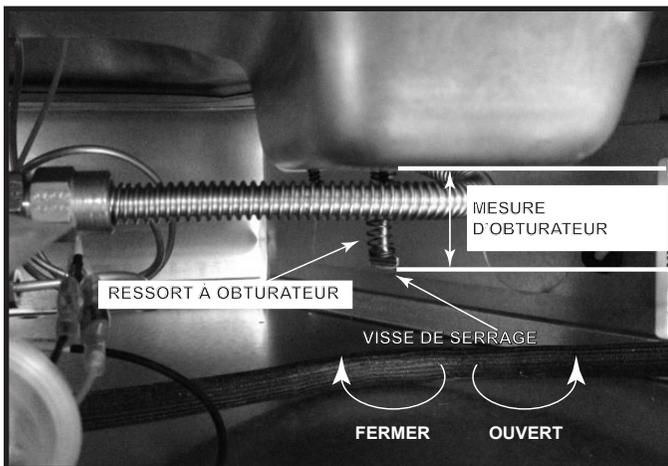

Figure 9.1 Obturateur d'air
- Réglez l'obturateur d'air pour de plus longues courses verticales. Voir la figure 9.1 Tournez la vis à ailettes pour ouvrir ou fermer l'obturateur d'air. Il peut être nécessaire d'utiliser une pince ou une clé à molette pour régler l'obturateur d'air. Consultez le tableau ci-dessous pour les justes paramètres d'obturation. La mesure de l'obturateur est prise du bas de la cuve au bas de la vis à ailettes. Voir la figure 9.1.